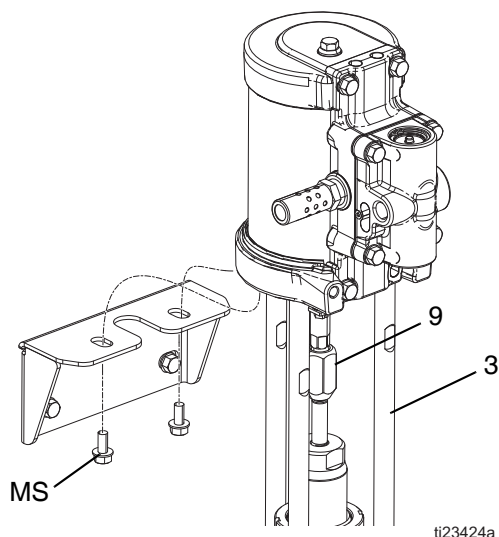

Рис. 3: Отсоединение пневматического двигателя
3. См. раздел Рис. 3. Используйте торцевой ключ, чтобы выкрутить два верхних монтажных винта (MS).